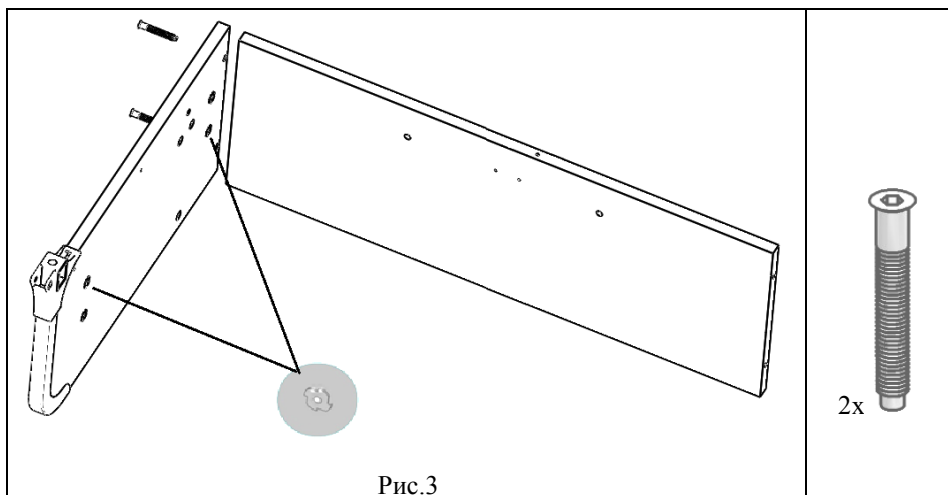

Рис.3
5.1.2. К стенке боковой левой (сборка по 5.1.1.2) прикрутить с помощью винтов конфирмат (поз. 1, пакет № 142) стенку заднюю (поз. 3), см. рис. 3.